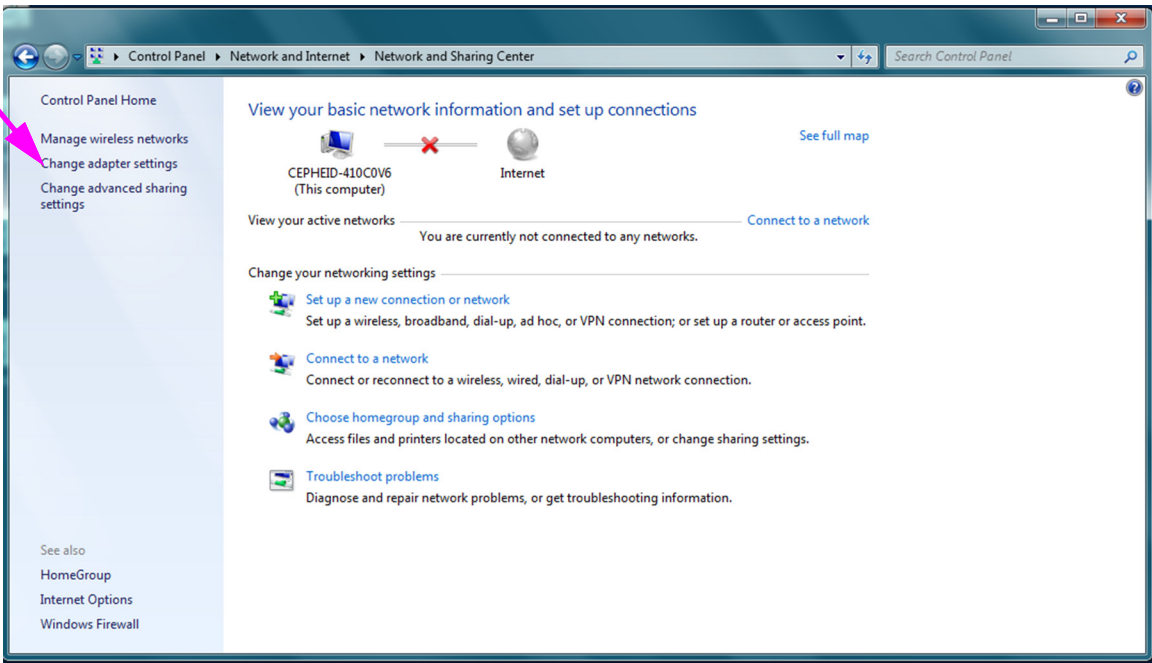

图 2-38. Network and Sharing Center（网络和共享中心）屏幕
4. 单击 **View network status and tasks**（查看网络状态和任务）。出现 **Network and Sharing Center**（网络和共享中心）屏幕。请参见图 2-38。